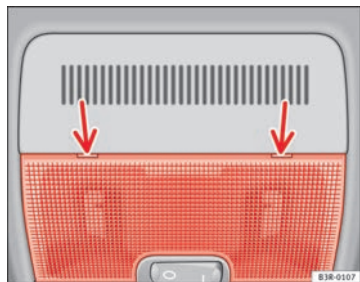

Abb. 83 Ausschnitt aus Dachhimmel: Ansatzpunkt des Schraubendrehers
- Setzen Sie einen Schraubendreher mit der flachen Klinge vorsichtig an der hinteren Seite des Leuchtenglasses an ⇒ Abb. 83.